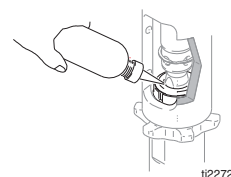

FIG. 12
3. (Fig. 12) Umpleți piulița de etanșare cu Lichid de etanșare a gurii (TSL) Graco.